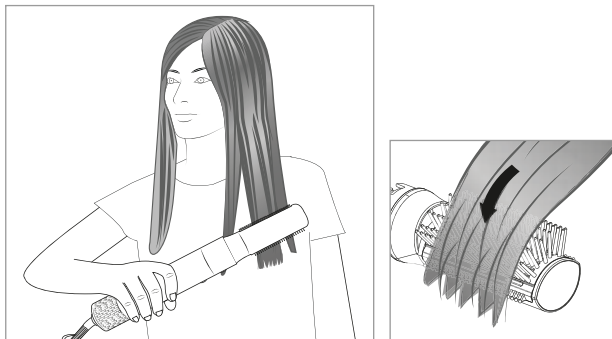

Fig. 8
- 4) Placez la brosse mi-ronde 12 à la racine et tirez-la vers le bas jusqu'aux pointes des cheveux, comme avec une brosse traditionnelle (voir fig. 8).